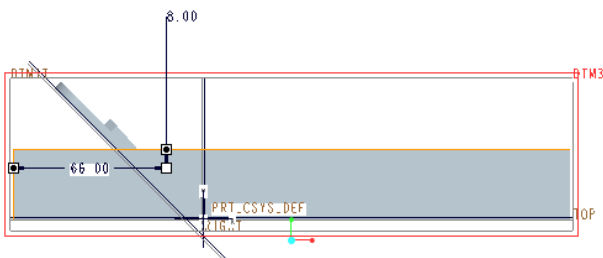

図 4-60 デーダム軸の参照フィーチャー
- 新しいデーダム軸の設定場所として図 4-60 に示すように参照平面に「DTM3」垂直、オフセット参照にカンナ本体の表面より「8mm」と左面より「66mm」を指定すると新しいデーダム軸「A-1」の配置箇所が赤い太い線で表示される図 4-60 に示す。